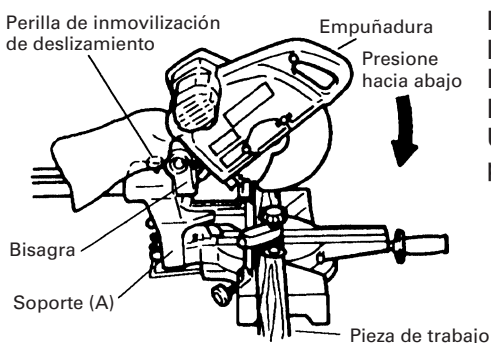

Fig. 22
Deslice la bisagra hacia abajo hasta el soporte (A), y después apriete la perilla de inmovilización de deslizamiento como se indica en la Fig. 22.